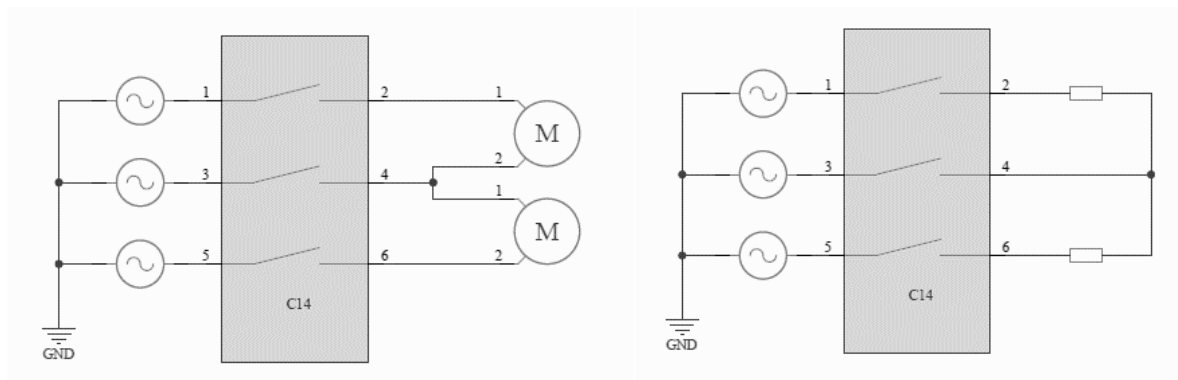

Bild 2 Beispiele für 1-phasige Lasten ohne Neutralleiter
- Im Fall 1-phasiger Lasten ohne Neutralleiter (**Bild 2**) ist dafür Sorge zu tragen, dass alle am Stromfluss beteiligten Phasen angesteuert werden, um unbeabsichtigte Fehler zu vermeiden. Weiterhin kann der Rückleiter beliebig gewählt werden, es ist nicht zwingend Phase 2 zu verwenden.